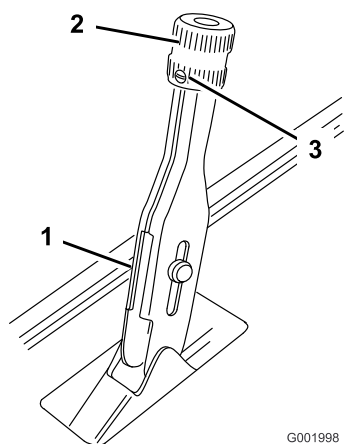

Figure 63
1. Desserrez la vis de fixation du bouton sur le levier du frein de stationnement (Figure 63).